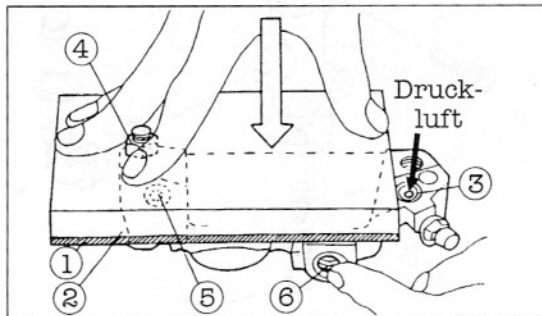

Bild 273
- Zum Ausbau der Kolben aus Bremsattelhälften Ölkanal ⑤ Bild 273 abdichten, wobei Ölkanal ③ offen bleibt. Druckluft in Ölkanal ③ einblasen bis Kolben Gummidichtung berühren. Gleichzeitig Hydraulikananschluss ⑥ verschliessen, Kolben von Hand entnehmen. Selbes Prozedere gilt selbstverständlich auch für die andere Bremsattelhälfte.